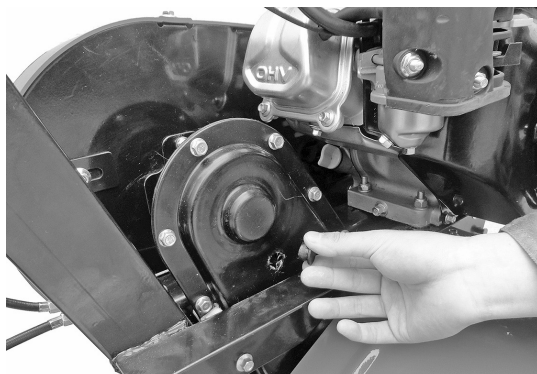

Рисунок 4
- Расположите мотокультиватор на горизонтальной поверхности и снимите пробку (см. Рис.4).